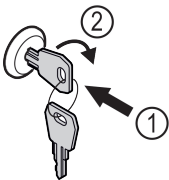

Fig. 121
- Sleutel erin duwen Fig. 121 (1).
- Sleutel 90° rechtsom draaien Fig. 121 (2).